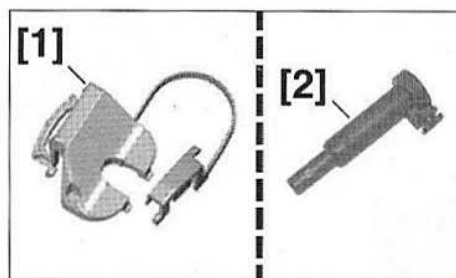

FIG.17
- [1]. Outil d'immobilisation du levier de vitesses (référence : 0346-AA) (Fig.17)